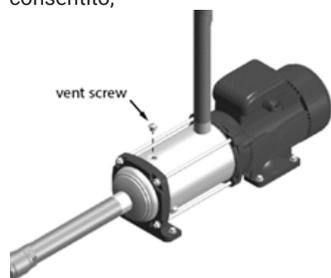

Figura 1
C. SFIATO POMPA CIRCUITO ACQUA: all'avviamento se anche dopo aver accertato la corretta rotazione dei motori non ci fosse pressione nell'impianto idraulico, la pompa potrebbe non essere adescata correttamente. È necessario sfiatare la pompa da un eventuale bolla d'aria imprigionata tra voluta e girante. Quindi agire sulla vite di sfiato (vedi figura 1) presente sul corpo della pompa allentandola, e se necessario riempire la voluta della pompa con dell'acqua per facilitarne l'innescio.